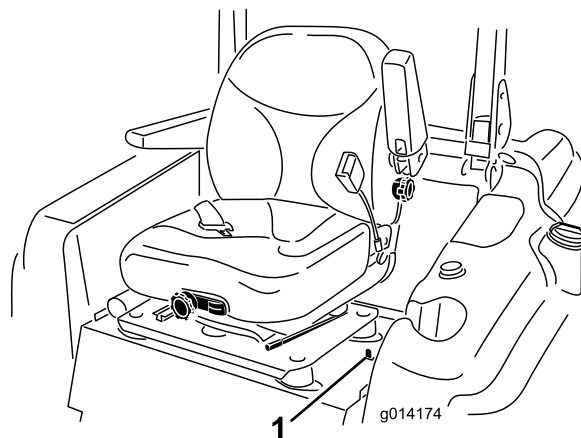

Рисунок 17
1. Для разблокировки сиденья отведите назад фиксатор сиденья, расположенный на левой стороне сиденья, и потяните вперед за верх сиденья (Рисунок 17).